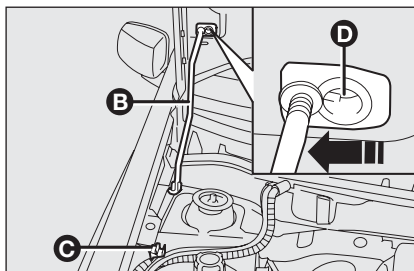

fig. 83
**To close the bonnet fig. 83**